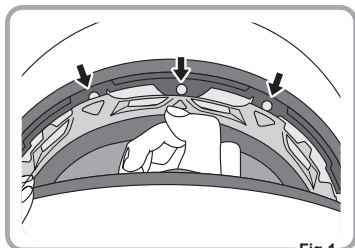

Fig.1
1. Knäpp upp tryckknapparna vid pannan genom att dra dem neråt. (Fig. 1)